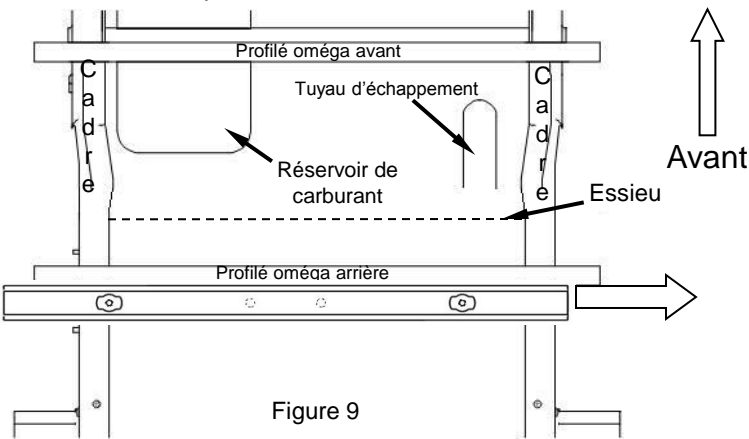

Figure 9
8. Insérer les traverses de montage comme illustré dans les étapes suivantes (Figures 9 à 14). Insérer d'abord la traverse arrière, côté plat vers le haut. Insérer ensuite la traverse avant, côté plat vers le haut. Resserrer les boulons de plateforme une fois les traverses insérées.